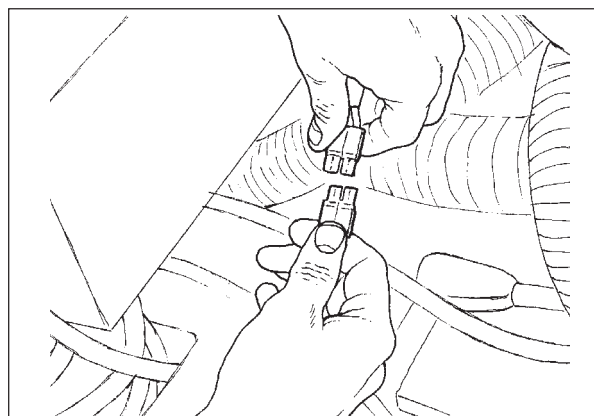

Abb. 9
5. Trennen Sie den blauen elektrischen Schwimmerverbinder (siehe Abb. 9).
15. Schließen Sie den blauen Schwimmerverbinder wieder an (siehe Abb. 9, Seite 12).